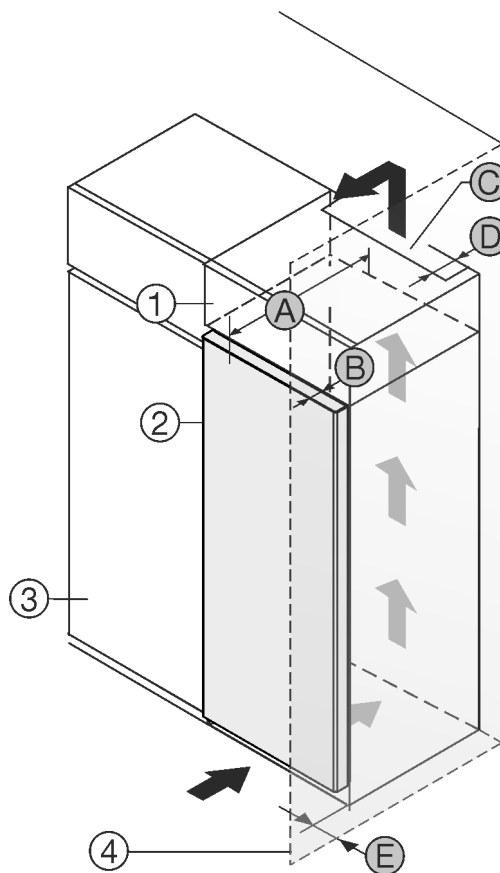

Fig. 1
- (1) Szafka nakładana*
- (2) Urządzenie*
- (3) Szafka kuchenna*
- (4) Ściana*
- (A) Głębokość urządzenia*
- (B) Głębokość drzwi*
- (C) Przekrój wentylacyjny*
- (D) Odstęp tylnej ściany urządzenia*
- (E) Odstęp od boku urządzenia*
Urządzenie można ustawić bezpośrednio obok szafki kuchennej Fig. 1 (3).*
Na tylnej ścianie szafki nasadzonej wymagany jest wywiewny kanał wentylacyjny o głębokości Fig. 1 (D) na całej szerokości szafki.*
Pod sufitem pomieszczenia należy zachować przekrój wentylacyjny Fig. 1 (C).*
Jeżeli urządzenie będzie ustawiane z zawiasami do ściany Fig. 1 (4), to pomiędzy urządzeniem i ścianą należy zachować minimalny odstęp, wynoszący 13 mm.*
Jeżeli urządzenie będzie ustawiane z zawiasami do ściany *Fig. 1 (4)*, to pomiędzy urządzeniem i ścianą należy zachować minimalny odstęp, wynoszący 20 mm.*
By móc całkowicie otworzyć drzwi, urządzenie musi wystawać przynajmniej o głębokość drzwi *Fig. 1 (B)* za front szafki kuchennej. W zależności od głębokości szafek kuchennych *Fig. 1 (3)* oraz od zastosowania elementów dystansowych urządzenie może wystawać jeszcze bardziej.*